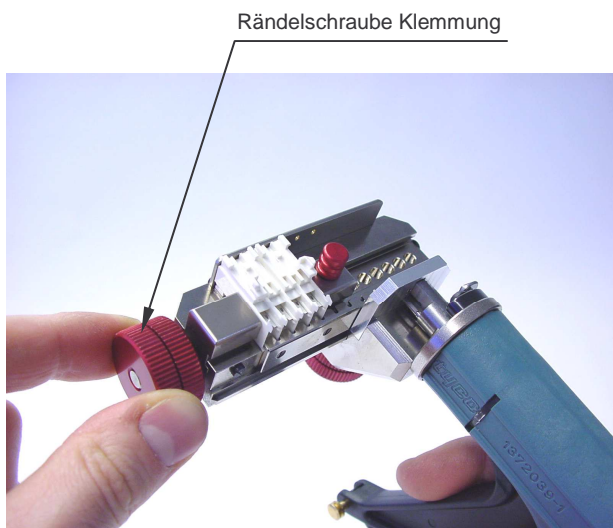

Abbildung 8
4. Klemmen Sie den Stecker indem Sie die Rändelschraube zur Klemmung des Steckers nach rechts – im Uhrzeigersinn – zudrehen (siehe Abbildung 8).